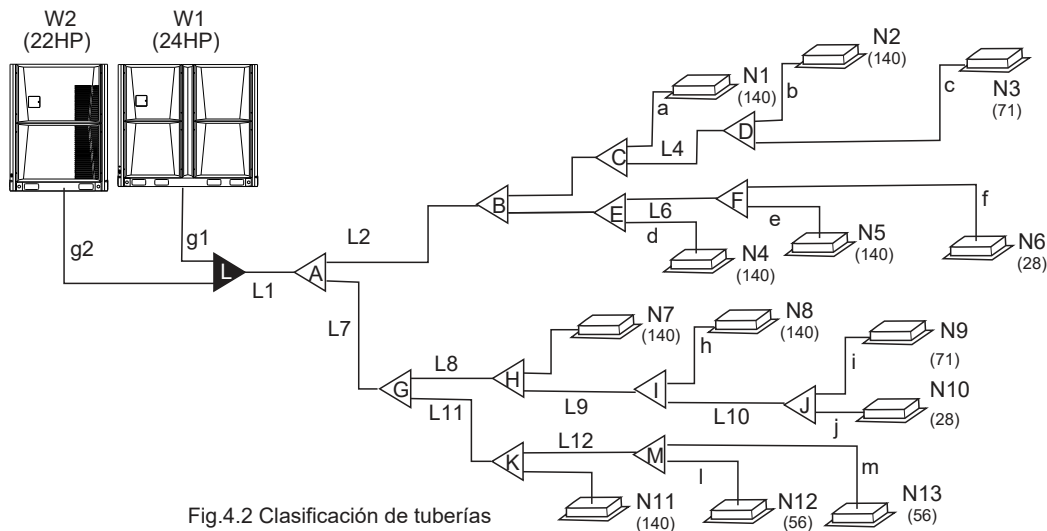

Fig.4.2 Clasificación de tuberías
2) E.g.: La capacidad de las uds. interiores inferiores después de L₂ en la Fig.4.2 es 140×4+28+71=659, por lo que la tubería de gas y de líquido son respectivamente: 1" 1/8 y 5/8.